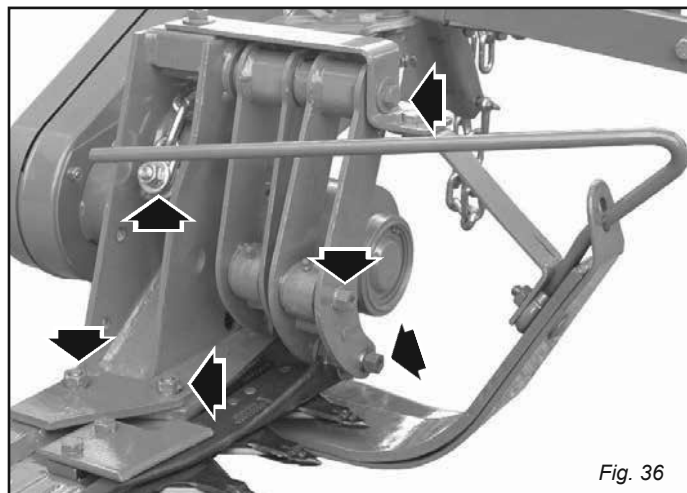

Fig. 36
- Durante le prime ore lavorative, controllare il serraggio delle viti (Fig. 36).
- Controllare il serraggio dei bulloni sul biellismo (Fig. 36).